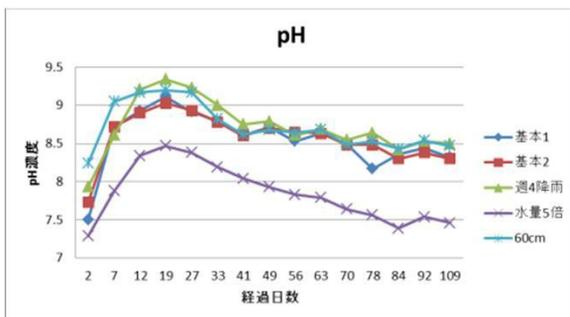

図1 降水日数とpH変動の関係
- ▶ 浸出水のpHは次第に高くなり、排水基準を超えたが、その後低下する傾向にあった（図1）。